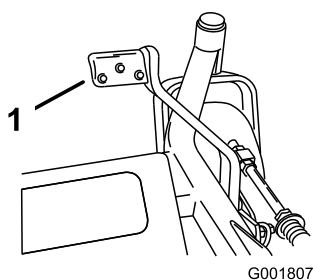

Figure 24
2. Appuyez sur ce levier tout en tirant sur le levier de sélection de hauteur de coupe (Figure 24).